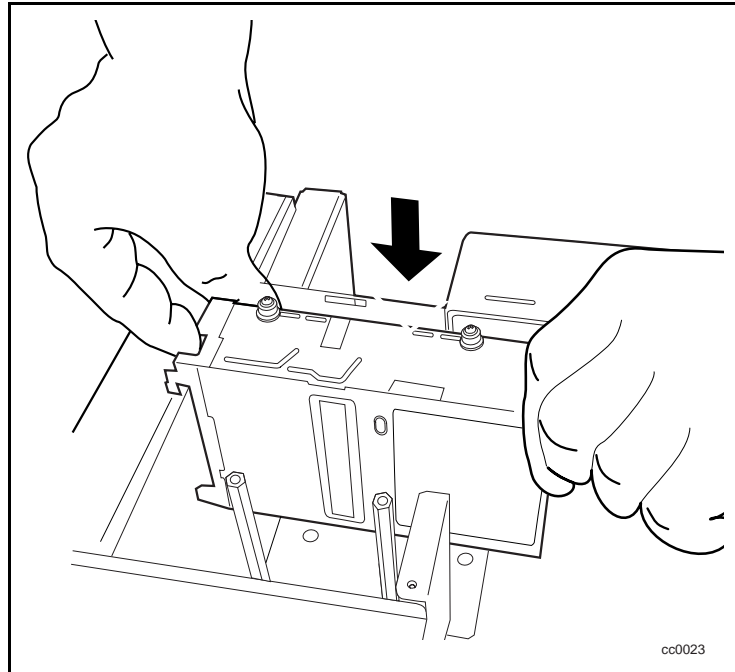

図6. 新しいドライブの取り付け
2. 新しいドライブをシャーシに差し込みます（図6を参照）。